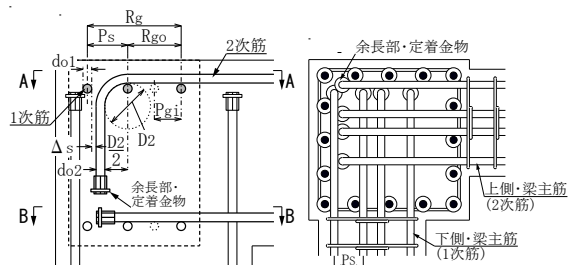

図 4 L 形隅柱梁接合部の配筋詳細
- 6) 張間方向梁主筋 (2 次筋) の折曲げ筋および定着金物挿入箇所の梁主筋間隔 (P_s , P_A) は、以下の値とする(図 3、図 4)。